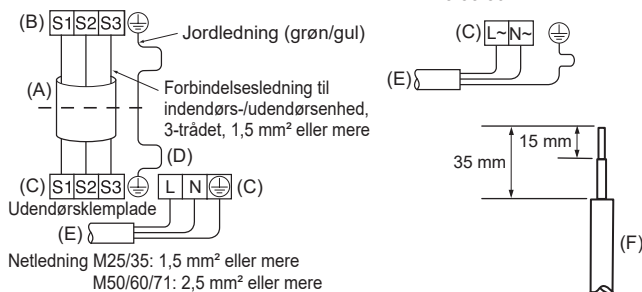
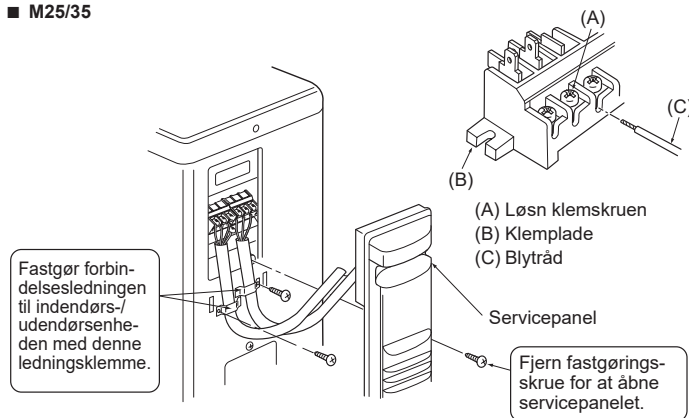
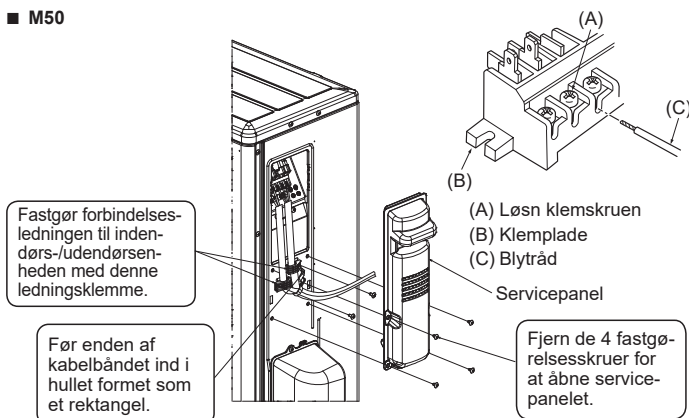
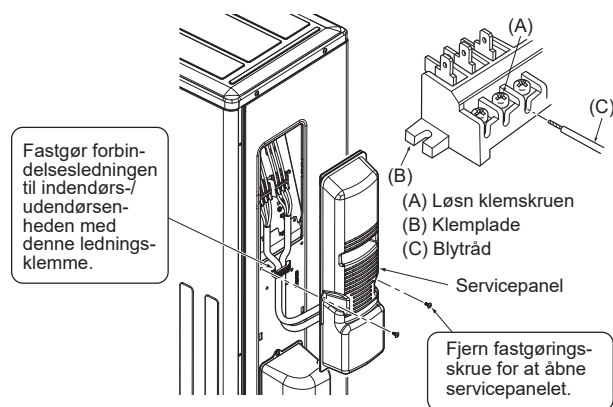

Fig. 6-2
Fig. 6-3
Fig. 6-4
Fig. 6-5
6.1. Udendørsenhed (Fig. 6-1, Fig. 6-2, Fig. 6-3, Fig. 6-4, Fig. 6-5)
(1) Fjern servicepanelet.
(2) Træk kablerne som vist i Fig. 6-1, Fig. 6-2, Fig. 6-3, Fig. 6-4 og Fig. 6-5.
- Ledningerne trækkes som vist nederst til venstre i diagrammet. (Kabel fremskaffes lokalt) (Fig. 6-2)
- (A) Forbindelseskabel
- (B) Indendørs klemplade
- (C) Udendørs klemplade
- (D) Installer altid et jordkabel, der er længere end andre kabler.
- (E) Netledning
- (F) Blytråd